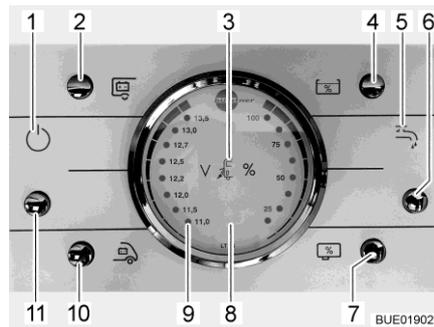

Fig. 204 Pannello di controllo LT 96
Il tasto (Fig. 204,11) inserisce o disinserisce il pannello di controllo e l'alimentazione a 12 V del vano abitabile.
- Accensione:** ■ Premere il tasto (Fig. 204,11): L'alimentazione a 12 V dell'abitacolo è inserita. La spia di controllo (Fig. 204,1) si accende.
- Spegnimento:** ■ Premere il tasto (Fig. 204,11): L'alimentazione a 12 V dell'abitacolo è disinserita. La spia di controllo (Fig. 204,1) si spegne.
Per l'indicatore volt/serbatoio (Fig. 204,8) leggere la scala sinistra. L'indicatore si illumina automaticamente appena viene premuto un tasto.
- Premere il tasto (Fig. 204,10): Viene indicata la tensione della batteria di avviamento.
- Premere il tasto (Fig. 204,2): Viene indicata la tensione della batteria dell'abitacolo.
Per l'indicatore volt/serbatoio (Fig. 204,8) leggere la scala destra. L'indicatore si illumina automaticamente appena viene premuto un tasto.
- Premere il tasto (Fig. 204,4): Viene indicato il livello del serbatoio dell'acqua.
- Premere il tasto (Fig. 204,7): Viene indicato il livello del serbatoio delle acque grigie.
- Premere il tasto (Fig. 204,6): L'alimentazione idrica è accesa. La spia di controllo della pompa dell'acqua (Fig. 204,5) si accende.
- Premere il tasto (Fig. 204,6): L'alimentazione idrica è spenta. La spia di controllo della pompa dell'acqua (Fig. 204,5) si spegne.
La spia luminosa rossa "ALARM" (Fig. 204,9) inizia a lampeggiare non appena la tensione della batteria dell'abitacolo scende al di sotto di 11 V (misurazione durante il normale esercizio) con conseguente rischio che la batteria si scarichi troppo.
La spia di controllo a 12 V (Fig. 204,1) si accende non appena viene inserito il tasto principale dei 12 V (Fig. 204,11).
La spia di controllo a 230 V (Fig. 204,3) si accende quando all'ingresso della centralina elettrica è presente una tensione di rete.